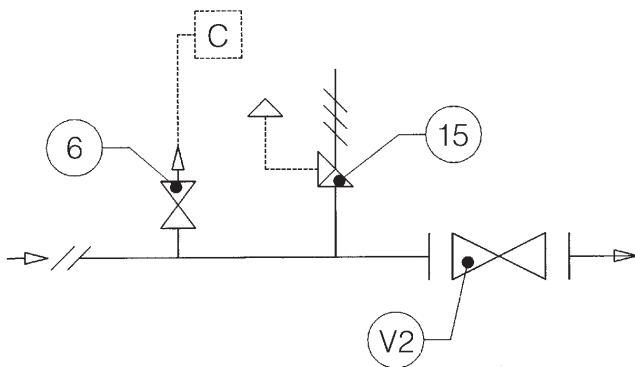

Fig. 5
3.1.1 INSTALLAZIONE DIRETTA SULLA LINEA (Fig. 5)